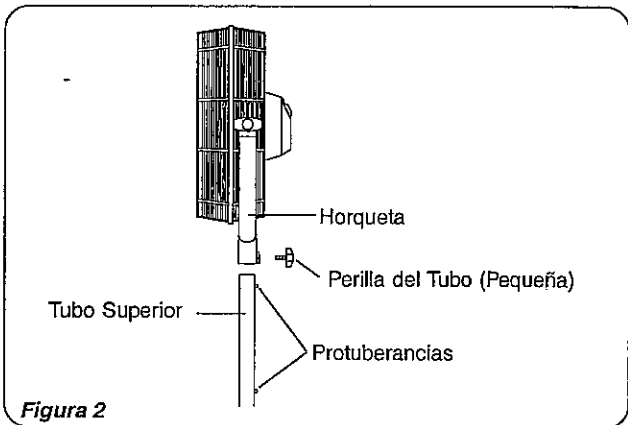

Figura 2
2. Asegurarse que la Protuberancia del Tubo Superior quede alineada con la sección conformada de la Horquilla. Insertar el Tubo Superior por dentro de la Horquilla. Para garantizar que el encaje esté apretado, enroscar el Tubo Superior hasta que quede apretado dentro de la Horquilla. (Figura 2)